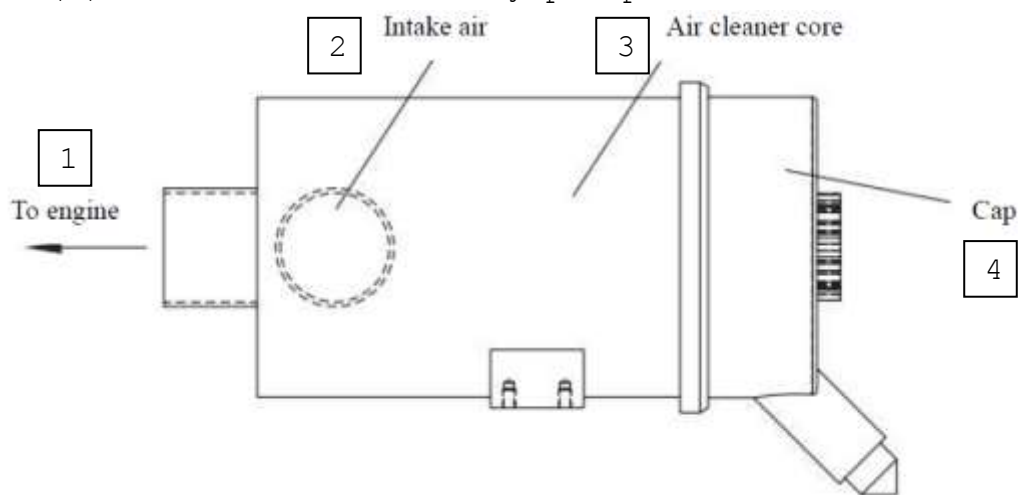

Рис. 1.4. Воздушный фильтр:
1.5.1. Воздушный фильтр (см. Рис. 1.4).